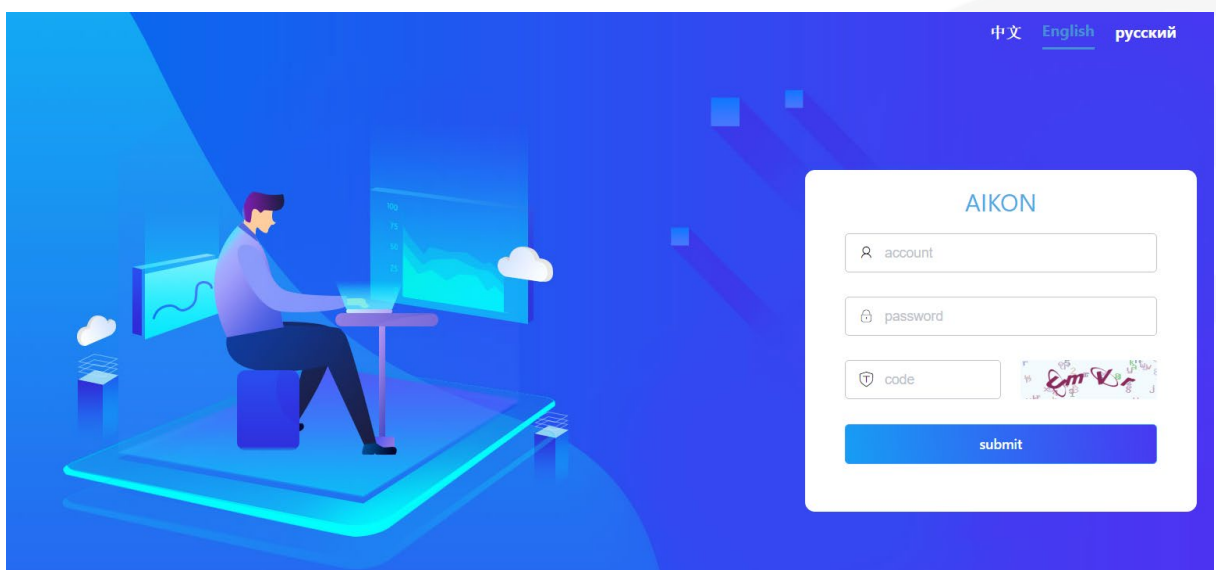

Рисунок 6. – окно входа в личный кабинет
5. Открыв нужную страницу, вы попадёте в окно регистрации – рисунок 6. Необходимо ввести данные аккаунта (пароль и логин).